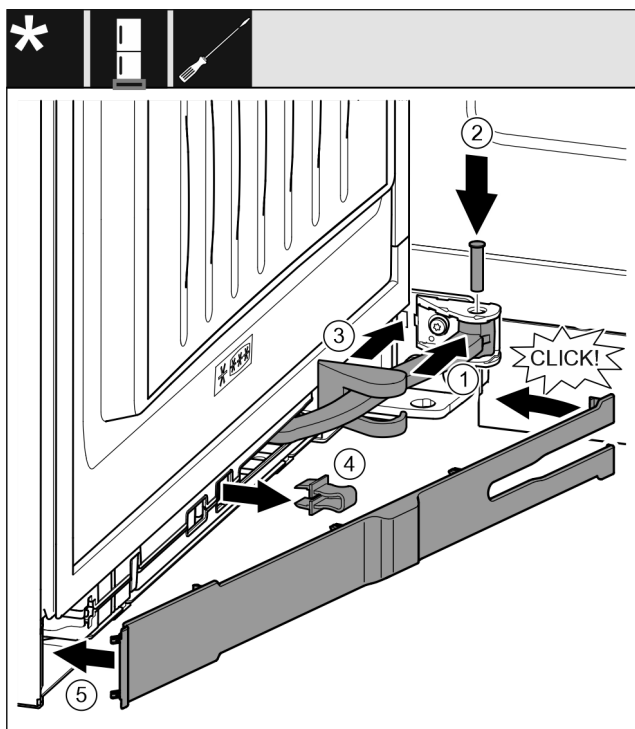

Fig. 67
- ▶ 将铰链 Fig. 67 (1) 旋转至悬挂装置。
- ▶ 用螺丝刀将螺栓 Fig. 67 (2) 插入悬挂装置和铰链。同时注意止动凸轮需正确地处于凹槽中。
- ▶ 沿着铰链推动托架盖 Fig. 67 (3)，并将其安装到悬挂装置上。
- ▶ 取下保险装置 Fig. 67 (4)。
- ▶ 将隔板 Fig. 67 (5) 放上并转入把手侧。